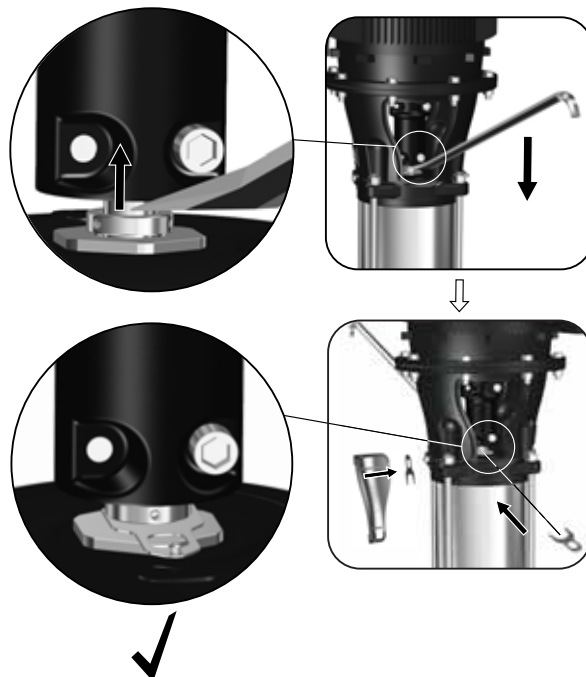

Рис. 9 Подъем вала насоса и установка регулировочной вилки
22. Затяните три установочных винта (113) с указанным моментом затяжки. См. раздел 7.1 *Моменты затяжки*.
23. Поднимите вал насоса с помощью рычага и вставьте регулировочную вилку F. См. рис. 9.